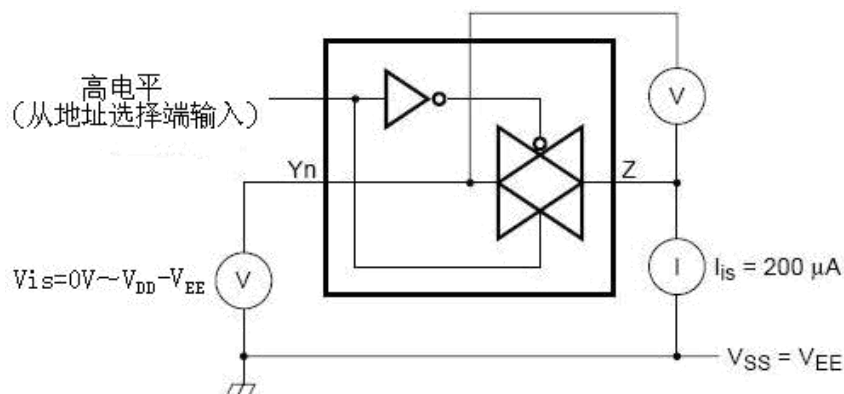

图 4、导通电阻测试线路图
**直流特性 2** (未有特殊说明,  $V_{SS}=0V$ ,  $T_{amb} = 25^{\circ}C$ , 测试线路图见图 4)